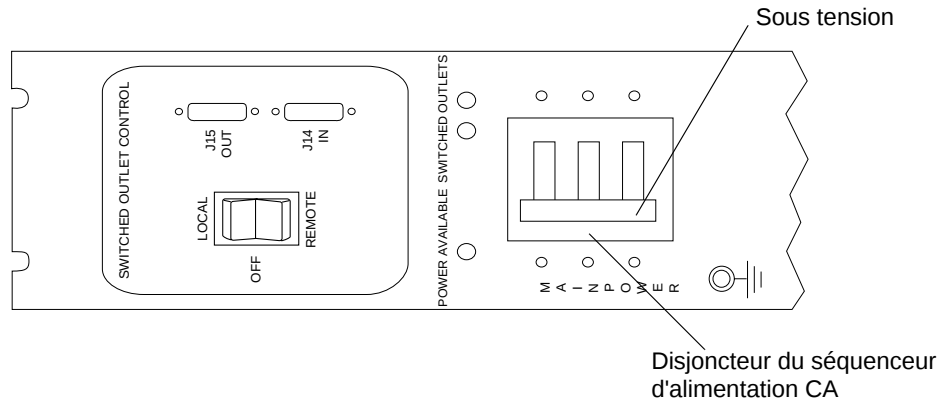

FIGURE B-9 Panneau de contrôle d'un séquenceur d'alimentation CA : sous tension
- 8. Sur la partie inférieure avant et arrière de l'armoire de base, positionnez les disjoncteurs des séquenceurs d'alimentation CA en position On (FIGURE B-9).**